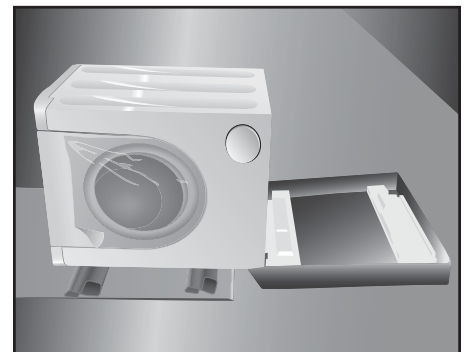

Figura 2
5. Coloque la lavadora/secadora sobre el costado **IZQUIERDO** como se muestra en la **Figura 2**.